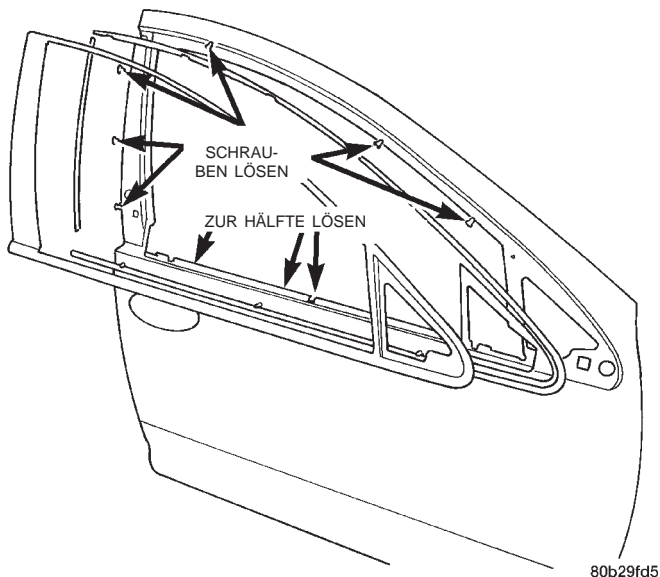

Abb. 42 Zierblende der Scheibenrahmen/Vordertür
(1) Lautsprecherverkleidung, Türverkleidung, Wasserschutzfolie nach Bedarf, und den Außenspiegel abbauen.
(2) Umlaufende Gummidichtung der Scheibe nach Bedarf ausbauen, um die Befestigungselemente der Zierblende freizulegen.
(3) Befestigungsschrauben lösen, mit denen die Zierblende am Fensterrahmen befestigt ist (Abb. 42).
(4) Zierblende von der Tür abnehmen.